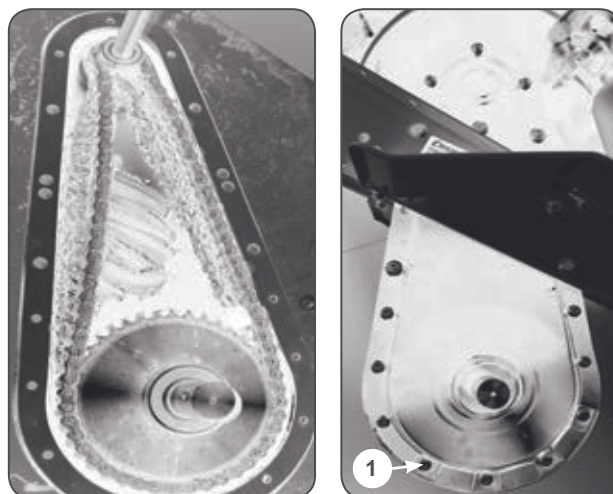

РИС.8А
Для замены смазки снимите редуктор с культиватора, открутите болты крепления по левинкам корпуса редуктора (1) РИС.8А.